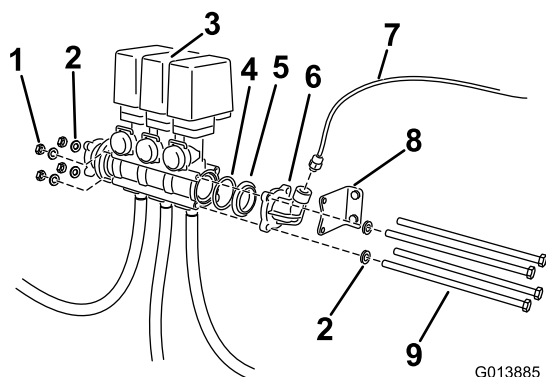

Рисунок 5
3. Снимите длинные болты и детали крепления клапана в сборе (Рисунок 5).
- Снимите соединительный патрубок манометра и переходник с двумя наружными резьбами (Рисунок 5).